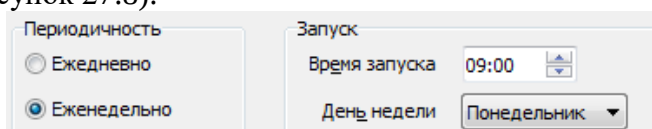

Рисунок 27.8 – Вкладка Автоматическое резервное копирование БД, периодичность Ежеженедельно
- Ежеженедельно, в этом случае необходимо указать День недели и Время запуска копирования (рисунок 27.8):